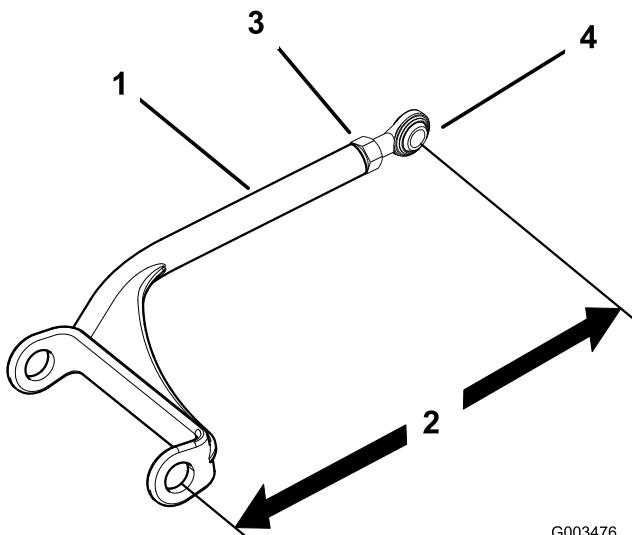

Figura 47
1. Afloje la contratuerca y gire la articulación esférica en el sentido contrario a las agujas del reloj, una vuelta cada vez (Figura 47).
2. Ajuste cada lado en la misma cantidad. Cada brazo de empuje debe tener una longitud de 384 mm (15-1/8 pulg.) (Figura 47).